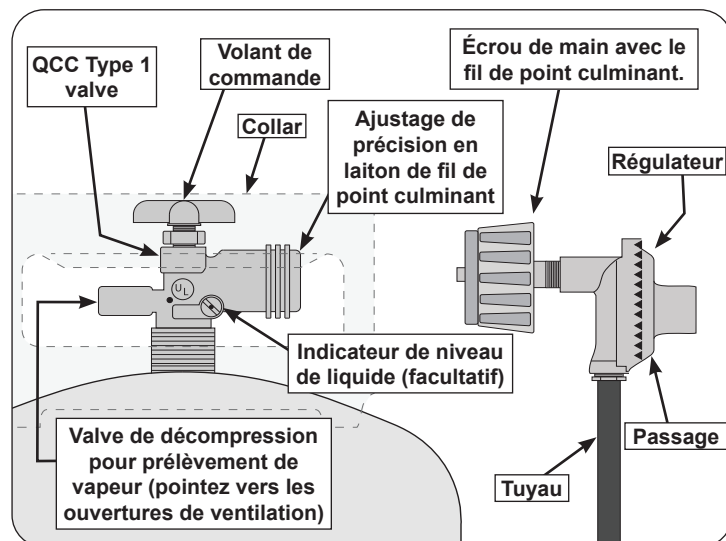

Fig. 6-1 Type coupleur de fil de point culminant d'I
- La bouteille utilisée doit comporter un collier pour protéger le robinet de la bouteille. Le système d'alimentation de la bouteille doit être conçu pour le retrait de la vapeur. Voir Fig. 6-1.
- Lorsqu'il est utilisé avec une bouteille, le système d'alimentation en gaz doit être utilisé avec un régulateur de pression. Le montage du régulateur de pression et le flexible (Fig. 6-1) fourni avec cet appareil au gaz en plein air (**modèles au propane seulement**) doit être utilisé. Les régulateurs de pression d'origine et de remplacement et les ensembles de tuyaux doivent être ceux spécifiés par le fabricant pour la connexion avec un dispositif de connexion de bouteille identifié comme Type I par l'ANSI Z 21.58/CGA 1.6 et doivent être conformes à UL 144 en tant que partie du gaz propane autonome système d'alimentation (voir la liste des pièces pour les informations de commande).
Pour déconnecter: tournez l'écrou à main dans le sens antihoraire jusqu'à ce qu'il soit détaché (Fig. 6-1)